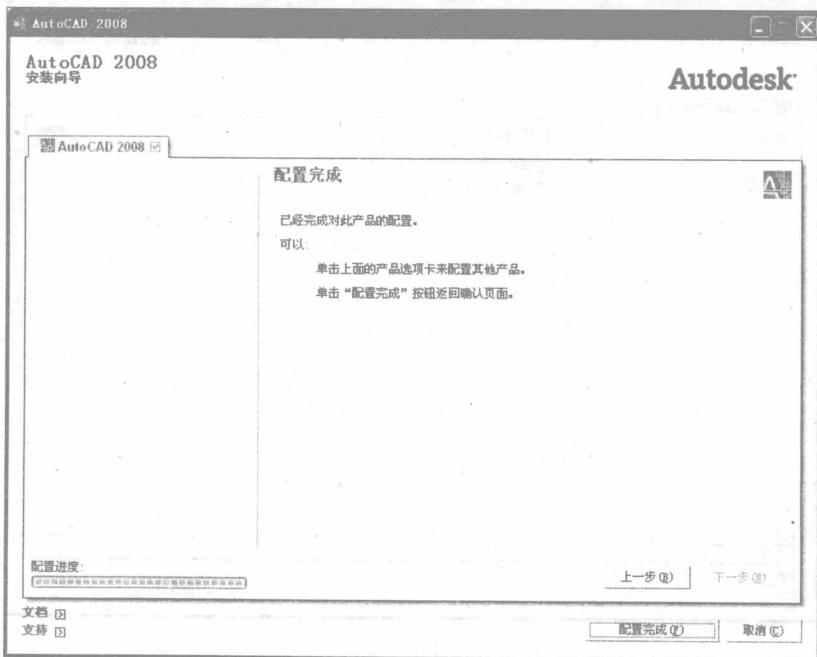

图 1-2-10
(11) 配置完成，点击“配置完成”按钮，再点击“下一步”按钮，如图 1-2-10 所示。